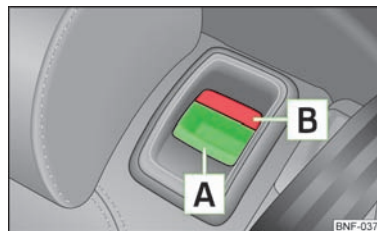

Fig. 36
- Pour déverrouiller les dossiers des sièges et les incliner vers l'avant, appuyez sur la poignée de verrouillage [A] » fig. 36.
- Ensuite, rabattez le dossier de siège jusqu'à ce que la poignée de verrouillage s'enclenche – contrôlez en tirant sur le dossier du siège » fig. 36.
- Vérifiez que le marquage rouge B » fig. 36 n'est plus visible.